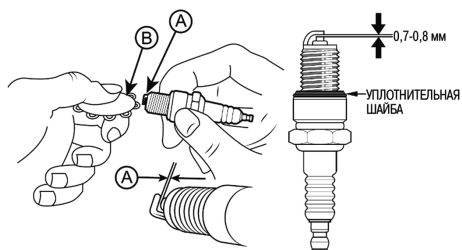

Рис. 22 Проверка зазора между электродами
4. Измерьте зазор А между электродами свечи зажигания специальным щупом В. Зазор А должен быть $0,7-0,8$ мм (Рис. 22). При увеличении или уменьшении требуемого зазора, рекомендуется заменить свечу, так как регулировка зазора может привести к изменению качества искрообразования.